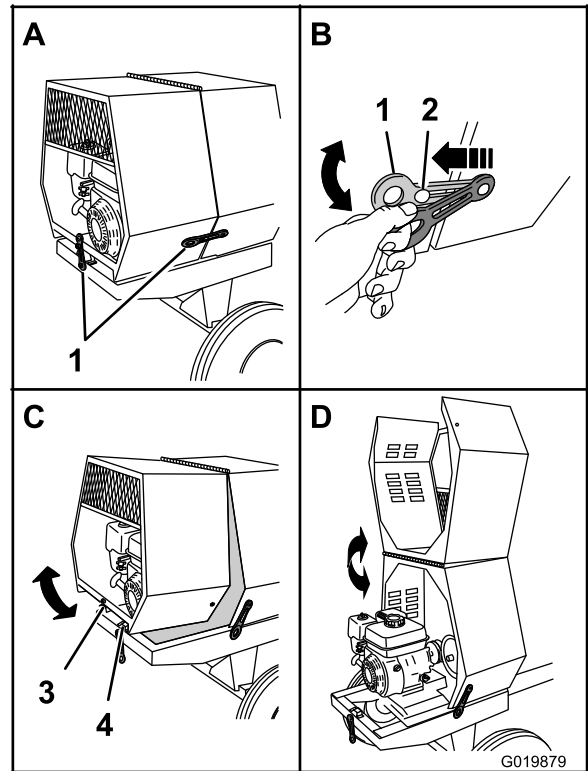

Figura 31
1. En el lado de la máquina, en la unión entre la cubierta delantera y la trasera, agarre el anillo del cierre y desengánchelo del anclaje de la cubierta trasera (Figura 31).
3. En la parte trasera de la máquina donde la cubierta trasera se une al bastidor de la máquina, sujete el anillo del cierre y retírelo del anclaje de la cubierta (Figura 31).
4. Gire la cubierta trasera hacia arriba y hacia adelante hasta que quede colocada sobre la cubierta delantera (Figura 31).
1. Gire la cubierta trasera hacia atrás y hacia abajo hasta que el alojamiento situado en el centro del borde inferior esté alineado con el perfil en V y enrasado con el bastidor de la máquina (Figura 31).
4. Repita el paso 3 en el otro lado de la máquina (Figura 31).